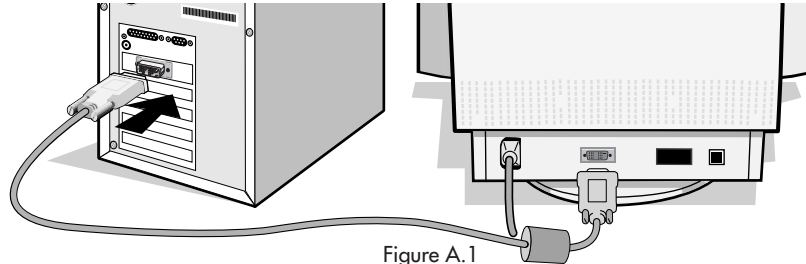

Figure A.1
2. Pour PC avec sortie numérique DVI : Branchez le câble d'interface DVI-D le DVI-D dans le connecteur de la carte d'affichage de votre système (**Figure A.1**). Serrez toutes les vis.